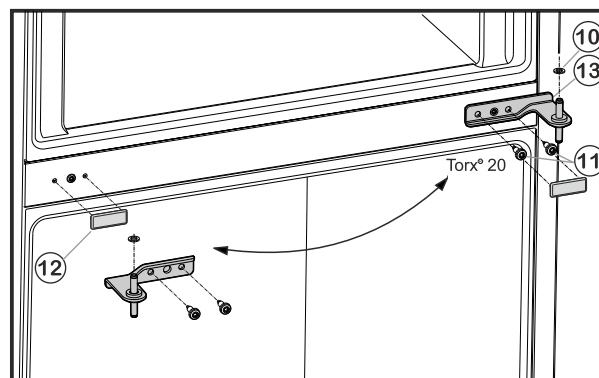

Fig. 6
- ▶ Befestigungsschrauben Fig. 6 (11) abschrauben (2 mal Torx® 20) und Lagerbock Mitte aus der unteren Tür herausziehen.
- ▶ Kunststoffscheibe Fig. 6 (10) abnehmen.
- ▶ Abdeckung Fig. 6 (12) vorsichtig abziehen.
- ▶ Abdeckung Fig. 6 (12) auf der Gegenseite wieder aufsetzen.
- Lagerbock Mitte Fig. 6 (13) um 180° gedreht in die untere Tür einsetzen und mit Befestigungsschrauben Fig. 6 (11) (2 mal Torx® 20) auf die neue Scharnierseite **fest (mit 4 Nm)** anschrauben.
- Kunststoffscheibe Fig. 6 (10) wieder aufsetzen.
- Obere Tür auf den Lagerbock Mitte Fig. 6 (13) setzen.